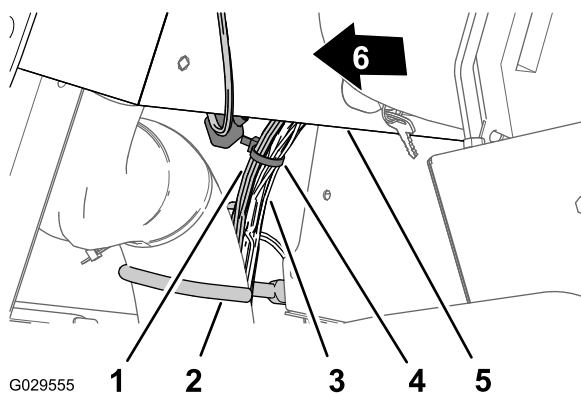

Figura 17
5. Junto do cabo e gancho do tubo, prenda a secção de 240 cm da cablagem do painel de instrumentos à cablagem da máquina com uma braçadeira de cabos (Figura 17).